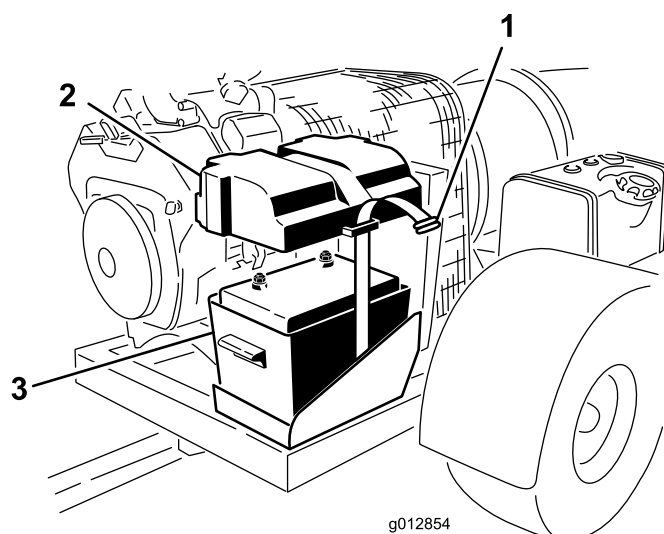

Figure 4
2. Détachez la sangle qui retient le couvercle de batterie sur le compartiment de batterie (Figure 4).